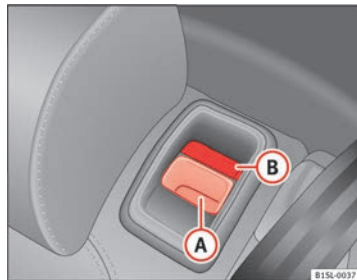

Abb. 67 Sitz hinten: Entriegelungstaste (A); rote Markierung (B).
- Entriegelungstaste ⇒ Abb. 67 (A) nach vorn ziehen und gleichzeitig die Rücksitzlehne vorklappen.
- Die Rücksitzlehne ist entriegelt, wenn eine rote Markierung an der Taste (B) zu sehen ist.
- Die rote Markierung an der Entriegelungstaste (B) darf nicht mehr sichtbar sein.